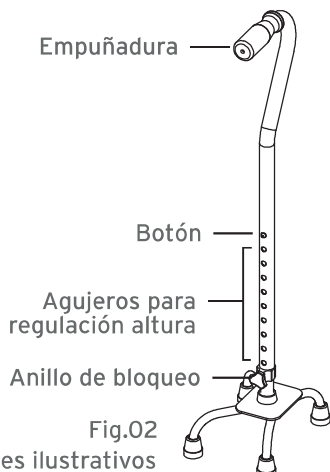

Fig.02
- Destornillar la perilla de bloqueo (Fig.02);